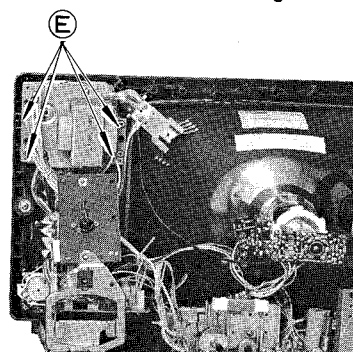

Fig. 6 Abb. 6
1. Remove 4 screw (E) and pull the power transformer block as in fig. 6.
1. 4 Schrauben (E) entfernen und Leistungstransformator einheit zurückziehen wie in Abb. 6.
2. 4 Schrauben (F) entfernen wie in Abb. 6.